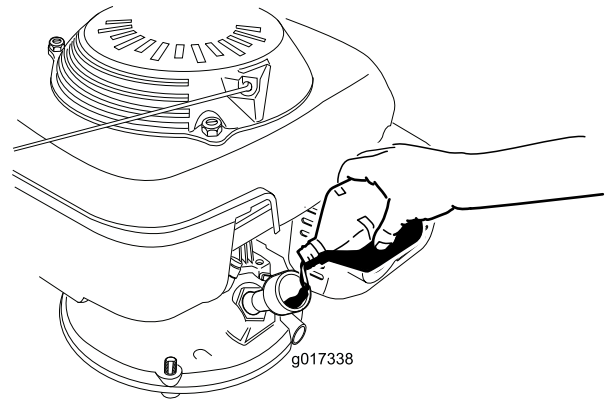

Bild 8
3. Gießen Sie **langsam** etwas Öl in das Füllloch, warten Sie drei Minuten und prüfen Sie den Ölstand am Peilstab; wischen Sie den Peilstab ab und setzen Sie den Ölfülldeckel in das Loch, **schrauben Sie ihn nicht ein** (Bild 8).